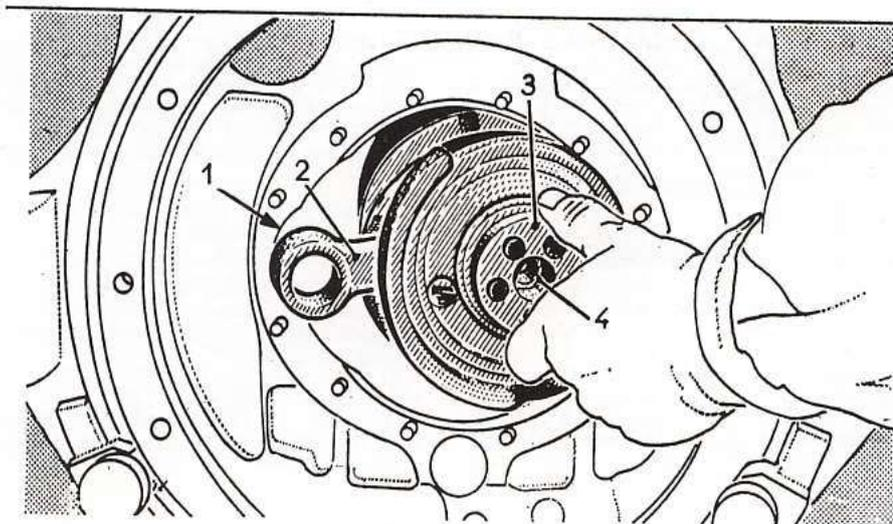

Fig. 24. — Dépose du vilebrequin
- Saisir d'une main le vilebrequin par l'arrière en (3) (fig. 24) et de l'autre main engagée dans le passage d'une chemise, maintenir une bielle pour empêcher le vilebrequin de tourner.
- Le sortir en dégageant d'abord le pied de bielle gauche par l'échancrure (1).